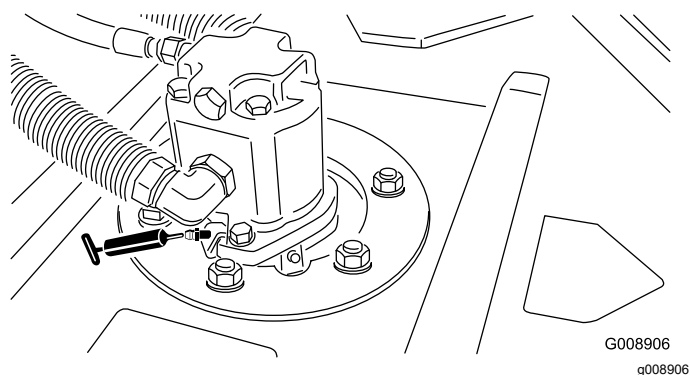

Figura 43
- 2 (por unidade de corte) rolamentos do veio do eixo da unidade de corte (Figura 43)